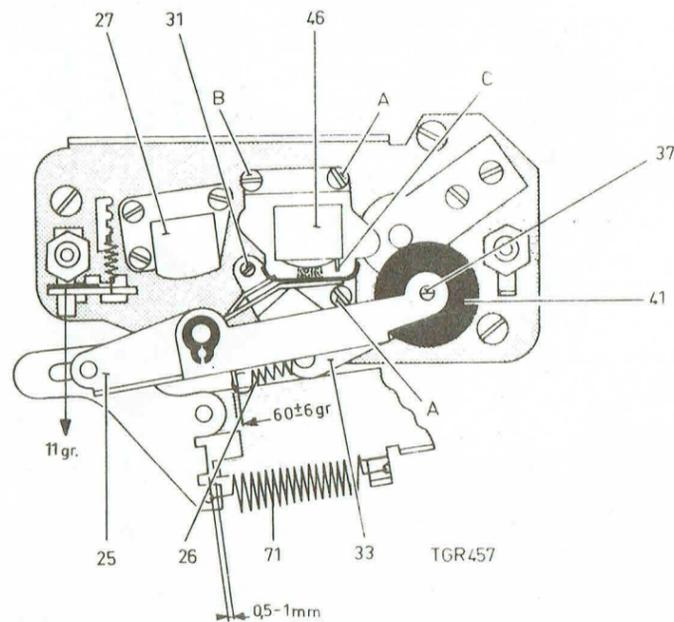

Fig. 7
- Dévisser la broche 31 de l'appareil (voir fig. 7).